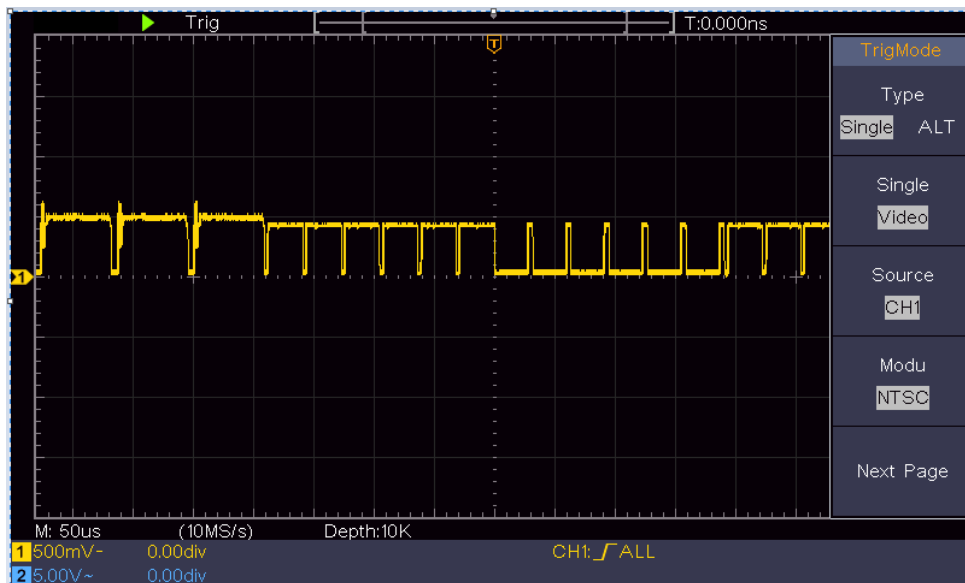

Abbildung 6-7 Vom Video Field Trigger erfasste Wellenform
- (1) Drücken Sie die Taste **Trigger Menu**, um das rechte Menü anzuzeigen.
- (2) Wählen Sie im rechten Menü **Typ** als **einzeln**.
- (3) Wählen Sie im rechten Menü **Einzel** als **Video**.
- (4) Wählen Sie im rechten Menü **Quelle** als **CH1**.
- (5) Wählen Sie im rechten Menü **Modu** als **NTSC, PAL oder SECAM**.
- (6) Drücken Sie im rechten Menü auf **Nächste Seite** und wählen Sie **Synchronisieren** als **Feld**.
- (7) Drehen Sie die Knöpfe **Vertikale Skala**, **Vertikale Position** und **Horizontale Skala**, um eine korrekte Wellenformanzeige zu erhalten (siehe *Abbildung 6-7*).